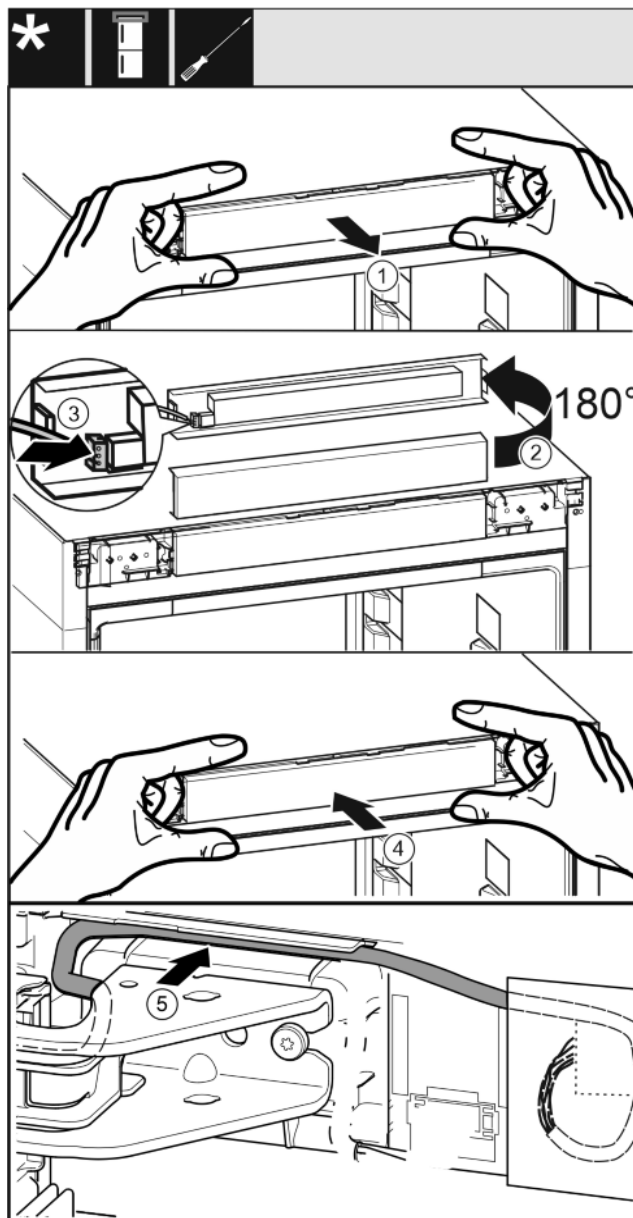

Fig. 34
- ▶ Oprezno izvucite masku za rukovanje. Fig. 34 (1)
- ▶ Okrenite masku za 180° prema gore. Fig. 34 (2)
- ▶ Uglavite utikač na masku s upravljačkim dijelom. Fig. 34 (3)
- ▶ Masku za rukovanje ponovo uglavite na uređaju. Fig. 34 (4)
- ▶ Oprezno položite sivi kabel u vodilicu iznad gornjeg podloška ležaja. Fig. 34 (5)